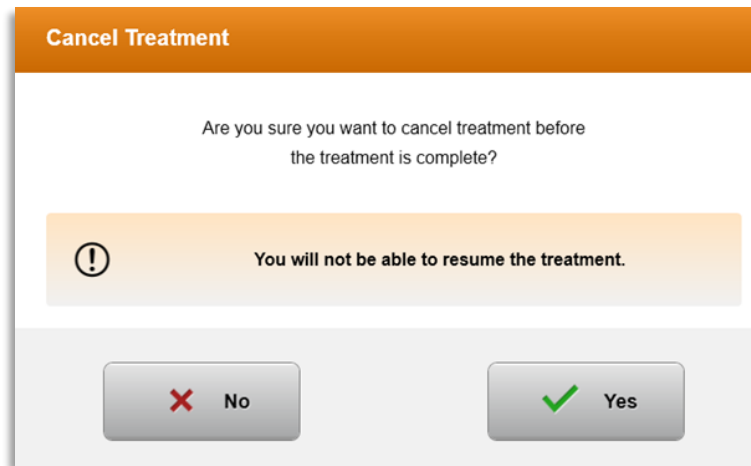

Figura 3-28. Confirmar cancelamento de tratamento parcial
- Um aviso pop-up irá aparecer quando seleciona “Cancelar tratamento” a meio de um tratamento como mostrado na figura 3-28.